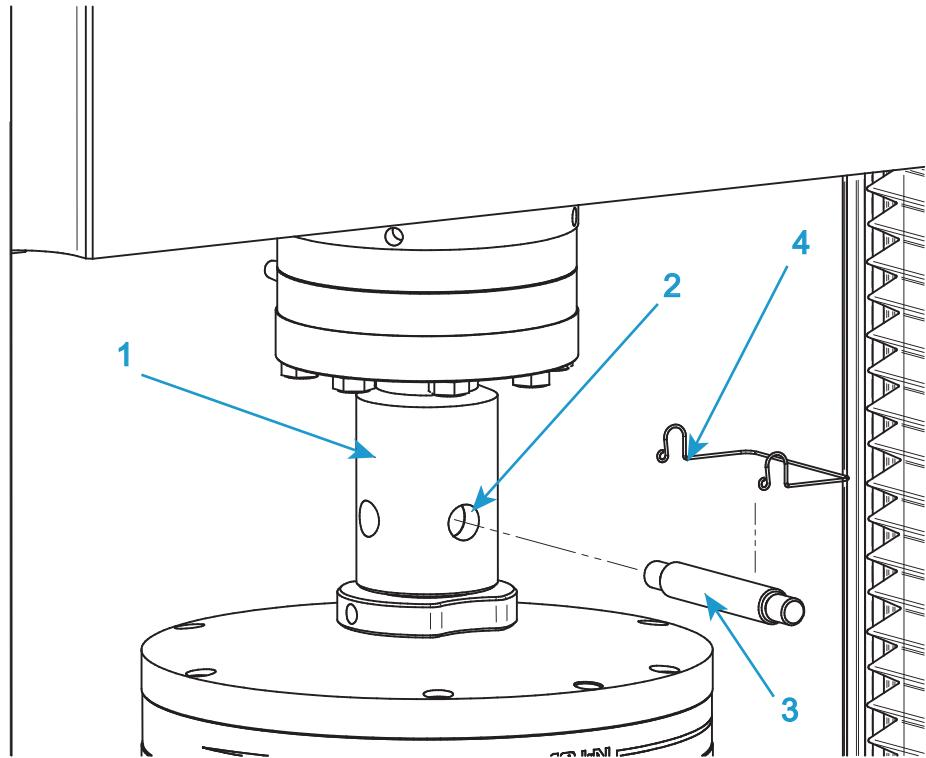

図22. 一般的なグリップの取り付け
この手順を実行するときは、92ページの図22を参照してください。
1. 上側グリップでは、グリップのアダプタをロードセルアダプタのメスクレビスソケット(図22の1)に挿入します。
2. クレビス穴(図22の2)の位置を合わせ、クレビスピン(図22の3)を穴に差し込みます。
3. クレビスピンクリップ(図22の4)でクレビスを所定の位置に固定します。